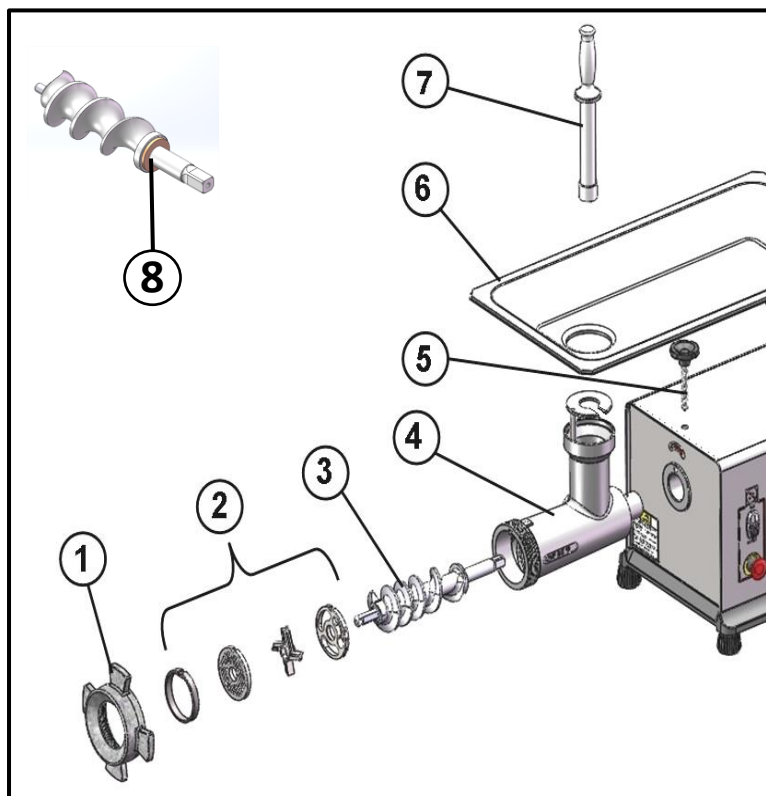
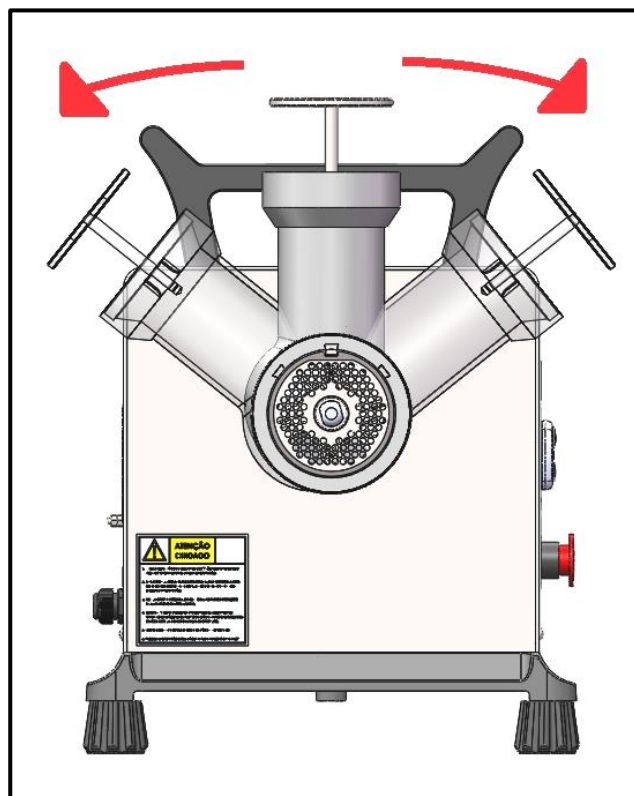

Fig. 5
Fig. 6
- Retirar o Soquete (Item 7 - Fig. 5).
- Retirar a Bandeja (Item 6 - Fig. 5).
- Soltar o Volante (Item 1 - Fig. 5).
- Retirar o conjunto de corte (Disco, Cruzeta, Anel, etc.) conforme o tipo de moagem (Item 2 - Fig.5).
- Retirar o caracol montado (Item 3 - Fig.5), favor se atentar a arruela (Item 8 - Fig.5), item importante para um bom funcionamento do equipamento.
- Soltar o Manípulo (Item 5 - Fig. 5).
- Para soltar o Bocal (Item 4 - Fig. 5), pressione-o lateralmente, como uma alavanca conforme (Fig. 6).